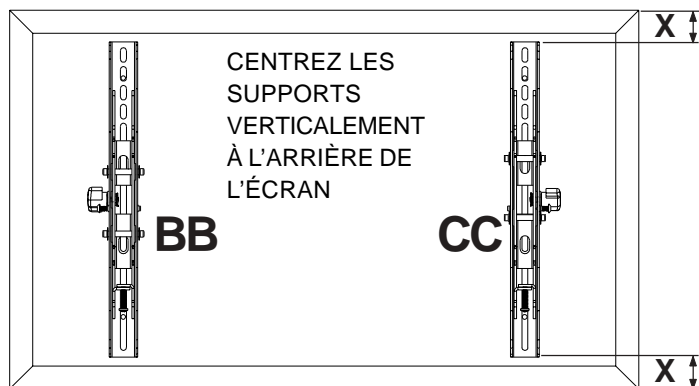
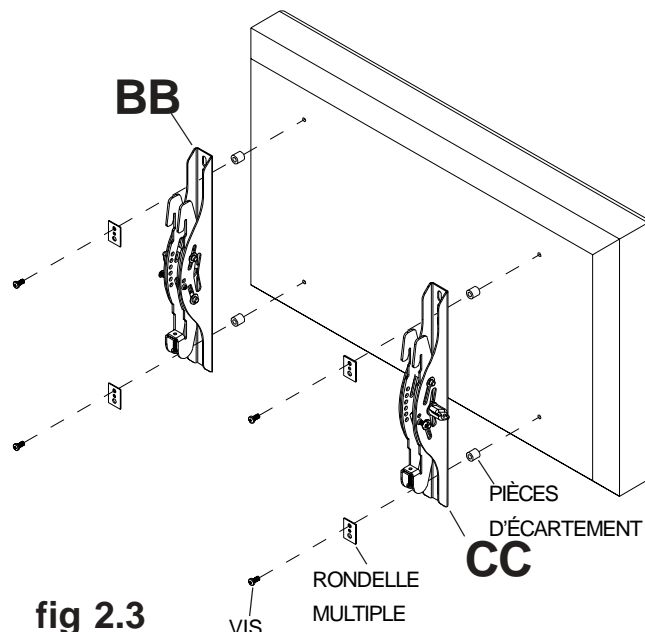

fig 2.1
fig 2.3
- 2 Pour éviter de rayer l'écran, placez un chiffon sur une surface plate et horizontale capable de soutenir le poids de l'écran. Placez l'écran sens dessus dessous. Si l'écran est muni de boutons à l'arrière, enlevez-les pour pouvoir fixer les supports adaptateurs. Placez les supports adaptateurs (**BB** ou **CC**) à l'arrière de l'écran, alignez-les sur les trous et centrez-les sur l'arrière de l'écran, comme illustré à la figure 2.1. Fixez les supports adaptateurs à l'arrière de l'écran à l'aide d'un ensemble approprié de vis, de rondelles universelles et de pièces d'écartement, comme illustré à la figure 2.3.